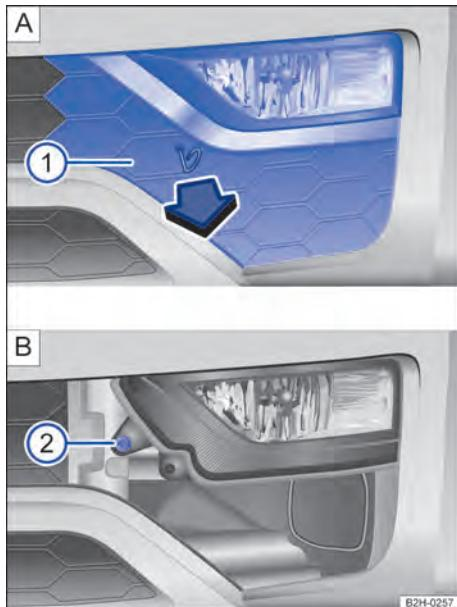

Fig. 195 No para-choque dianteiro à direita: desins-
2. Retirar o gancho extrator das ferramentas de bordo e encaixar na abertura da cobertura → Fig. 195 A. Remover a cobertura → Fig. 195 ① A para frente no sentido da seta e, se for o caso, deixá-la suspensa cuidadosamente no cabo do sensor do Park Pilot.
3. Remover o parafuso de fixação → Fig. 195 ② B com a chave de fenda das ferramentas de bordo → Página 285.
11. Apertar o parafuso de fixação → Fig. 195 B com a chave de fenda.
12. Encaixar a cobertura no para-choque → Fig. 195 ① A.